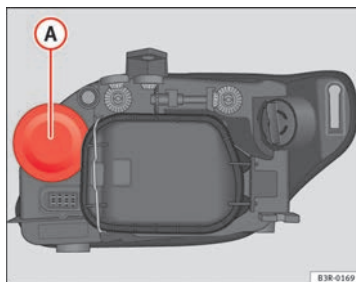

Abb. 206 Glühlampe für Blinklicht
- Nehmen Sie die Gummikappe ⇒ Abb. 206 durch Ziehen ab.